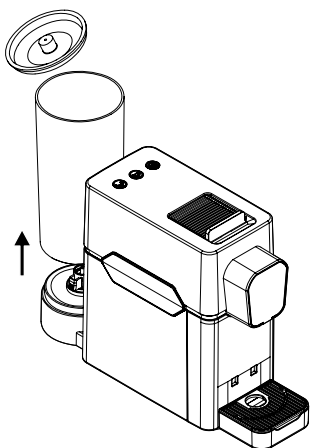

Fig. 7
- Riempire il serbatoio con acqua fresca, non gasata, massimo 850 ml (Fig.7).
- Riempire il serbatoio con acqua fresca, non gasata (Fig.7).